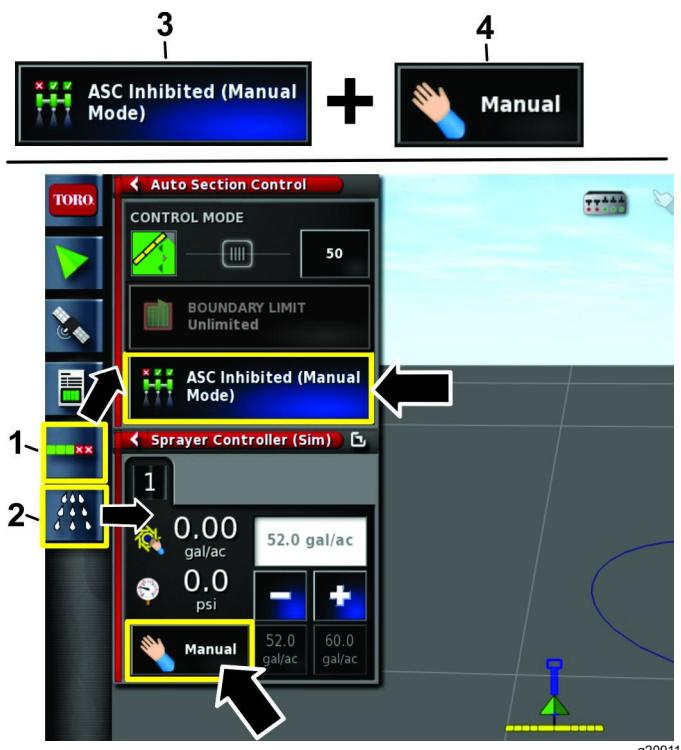

Figura 25
- Selecione o ícone de Configuração de controlo de auto-seleção e o ícone do Controlador do pulverizador (Figura 25).
- Selecione o controlo da taxa para a posição MANUAL (Figura 25).